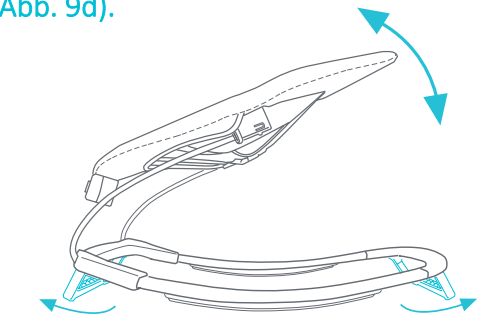

Abb. 9d
**In Bouncer umwandeln:** Klappen Sie die beiden feststehenden FüÙe aus und hüpfen Sie manuell (Abb. 9d).